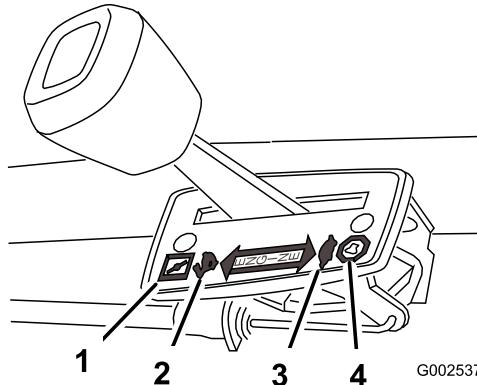

Figure 6
Les différents réglages de la manette d'accélérateur sont illustrés à la Figure 6.
3. Réglez la manette d'accélérateur en position Starter (Figure 6).
4. Placez le levier de changement de vitesses en position point mort (N).